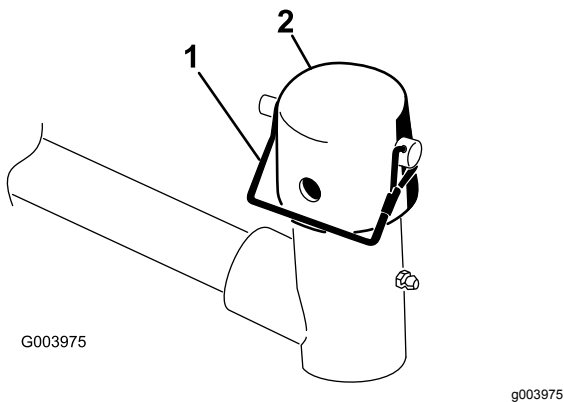

Figura 10
7. Retire o pino de encaixe e tampa da forquilha da articulação do braço de elevação (**Figura 10**).
11. Prenda a tampa e o veio da estrutura de suporte à forquilha do braço de elevação com o pino de encaixe (Figura 10).